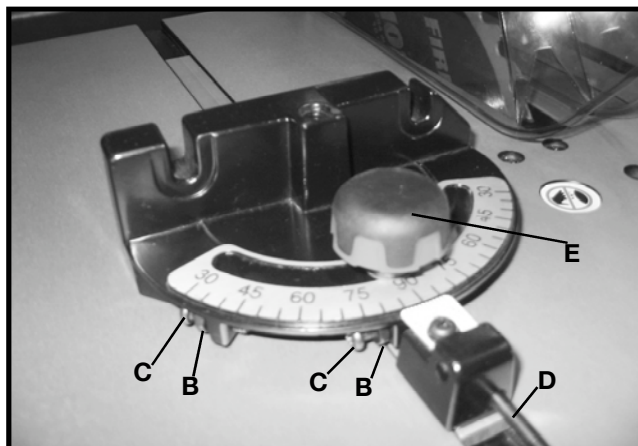

Fig. 41
Le guide d'onglet est muni de butées réglables individuellement à 90 et 45 degrés à droite et à gauche. Desserrer les contre-écrous pour régler les butées (B) fig. 41, et serrer ou desserrer les trois vis de réglage (C) jusqu'à ce qu'elles touchent l'autre extrémité du goujon d'arrêt (D) lorsque le guide d'onglet est à 90 et 45 degrés par rapport à la lame de la scie. Puis serrer les contre-écrous (B).
Pour utiliser le guide d'onglet, desserrer simplement le bouton de verrouillage (E) fig. 41, et pivoter le corps du guide d'onglet à l'angle souhaité. Lorsque le goujon d'arrêt (D) est enfoncé, le corps du guide d'onglet s'arrêtera à 90 et 45 degrés à droite et à gauche. Pour pivoter le corps du guide d'onglet au-delà de ces limites, retirer le goujon d'arrêt (D).